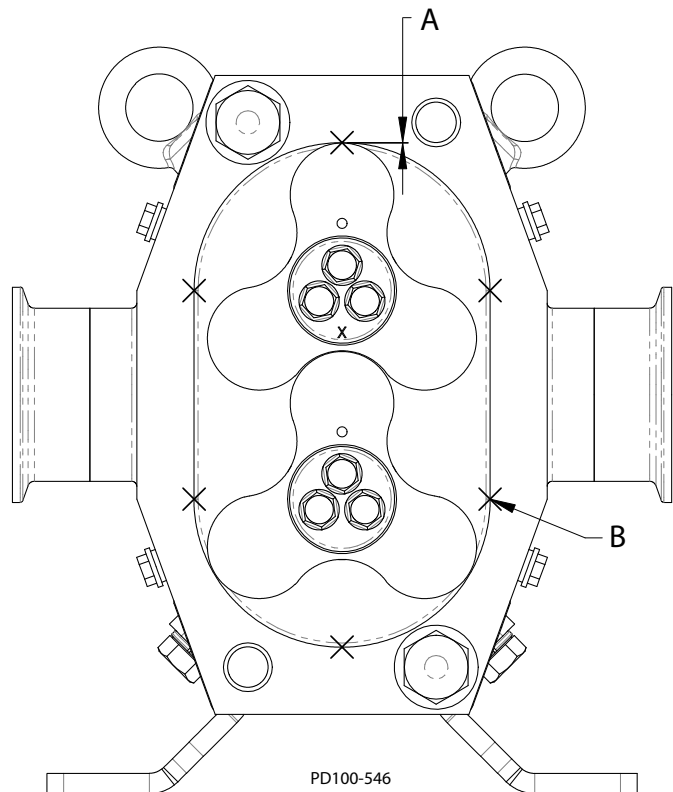

Figura 64 - Verificação da distância radial
1. Com os rotores sincronizados, efectue a medição da distância radial de cada lóbulo (Figura 64, item A) e verifique se a distância está dentro do intervalo apresentado na Tabela 12.
2. Verifique a distância nos seis pontos no corpo, conforme apresentado. Consulte a Figura 64, item B.